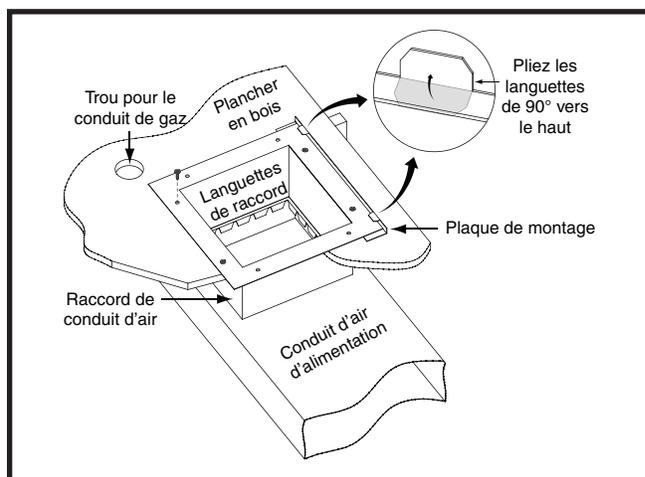

Figure 8. Raccord de conduit standard installé
- Marquez l'emplacement de l'ouverture du conduit d'alimentation en air en tirant un trait autour des languettes du raccord de conduit. Consultez la Figure 8 (page 7).
- Installez la plaque de montage sous la surface arrière du raccord de conduit tel qu'illustré à la Figure 8. Alignez les trous pour vis dans les deux composantes.